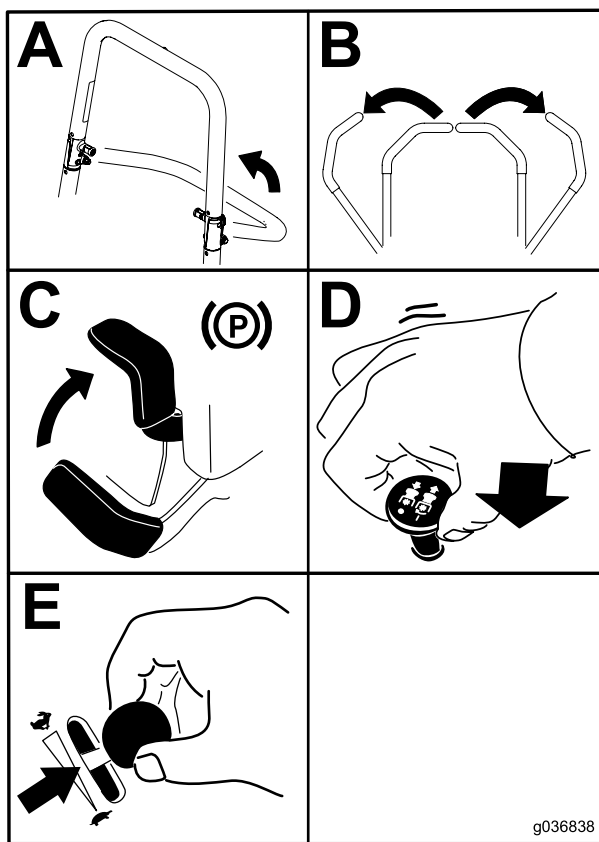

Figure 23
4. Placez la commande des lames (PDF) en position DÉSENGAGÉE (Figure 23).